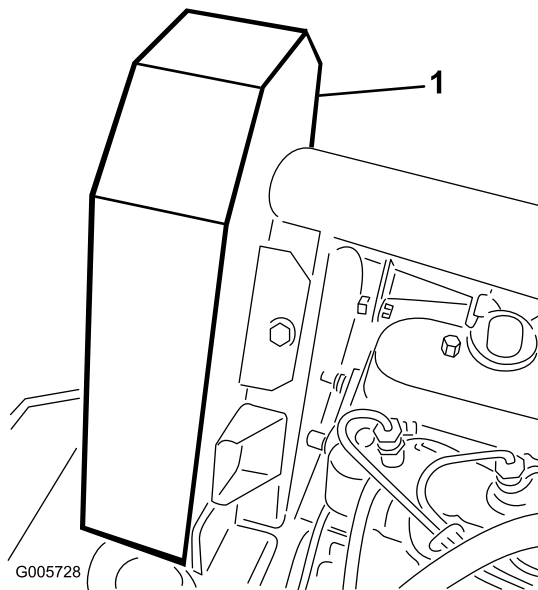

Bild 64
2. Nehmen Sie die (5) Kopfschrauben ab, mit denen der Ventilatortriebriemenschutz befestigt ist, und nehmen Sie den Schutz ab (Bild 64).
5. Montieren Sie den Ventilatortriebriemenschutz und befestigen Sie ihn mit Kopfschrauben (Bild 64). Schließen und verriegeln Sie die Haube.
4. Montieren Sie den Ventilatortriebriemenschutz und befestigen Sie ihn mit Kopfschrauben (Bild 64). Schließen und verriegeln Sie die Haube.